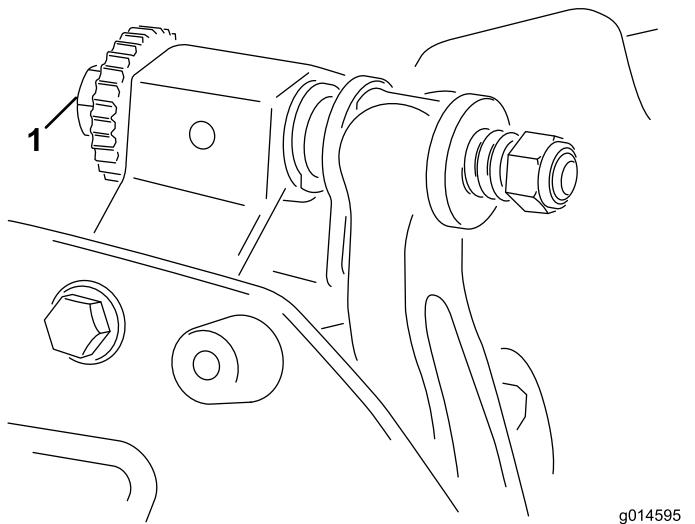

Figura 8
- A. Gire los tornillos de ajuste de la barra de asiento en sentido horario (Figura 8), un clic a la vez, hasta que se note y se oiga un contacto ligero.
6. Gire el tornillo de ajuste derecho de la barra de asiento (Figura 8) hasta que note una ligera presión en el suplemento al moverlo de un lado a otro. Retire el suplemento.